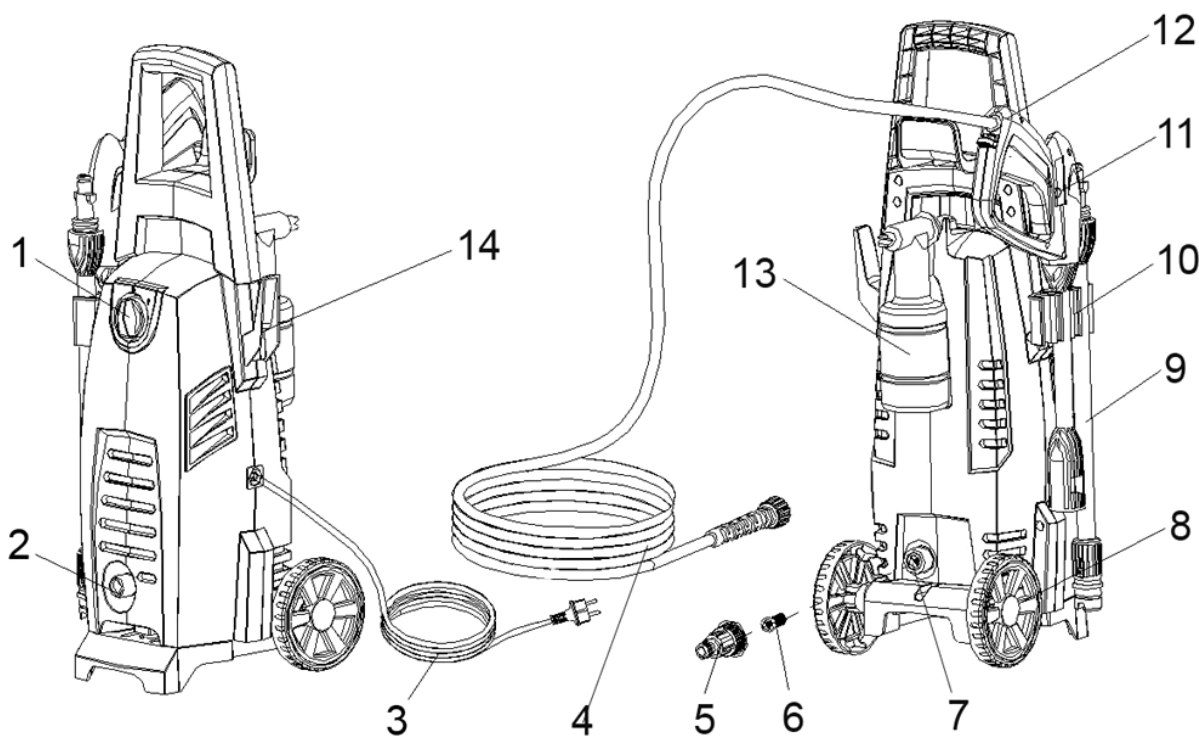

Рис. 1
- Установите крепление пистолета-распылителя в скобу на корпусе мойки до щелчка (См. Рис.1)
- Установите выключатель (1) (см. Рис.1) в положение «ВКЛ» (ON).
- Отожмите кнопку блокировки (12) и направьте форсунку пистолета - распылителя на обмываемый участок.